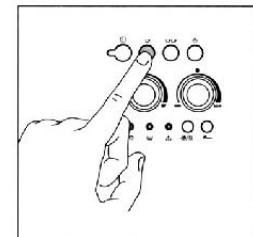

Fig. 12
(4) 可根据制作量在咖啡流出口下放置一个咖啡杯（图例9）或两个咖啡杯（图例10）。对于制作卡布奇诺（CAPPUCCINO）咖啡要下降咖啡流出口高度与咖啡杯的距离越近越好（图例11）。
(5) 按控制面板 ☺ 单杯量咖啡按键（图12）制作一杯咖啡或按控制面板 ☺☺ 双杯量咖啡按键制作两杯咖啡（图例13），这时咖啡机就开始研磨咖啡豆了，并同时运行一个简短的加热循环过程。当达到用户所需要的咖啡研磨量后机器会自动停止传输咖啡豆，并将研磨好的咖啡粉移送到特殊的压制容器中压成饼状，紧接着通过萃取部分，您所需的咖啡就会被萃取出来了，并同时会将萃取后的咖啡渣弹入“R”咖啡渣盛接盒中。
(6) 如果要继续制作咖啡，一会后当控制面板 ☺ 单杯咖啡温度OK指示灯或者 ☺☺ 双杯咖啡温度OK指示灯再次处于常亮的状态时就可以进行下一个咖啡制作循环了。
(7) 按动控制面板 ① 电源开关按键（图例4）来关闭机器。
提示4:当正在制作咖啡时,制作过程可通过按控制面板  单杯量咖啡按键(图12)制作一杯咖啡或按控制面板  双杯量咖啡按键制作两杯咖啡(图例13)按键随时停止机器工作。
提示5:一旦咖啡刚刚萃取完毕,若需要增加咖啡水量时,可根据先前所选择的杯量按住控制面板  单杯量咖啡按键(图12)或按控制面板“5”双杯量咖啡按键  (图例13)不放,直到达到用户所需的咖啡量为止。(此项操作必须要在出完咖啡后3秒钟之内进行操作)。
提示1: 当制作完卡布奇诺(CAPPUCCINO)咖啡后,应马上按一下控制面板按键☺蒸汽功能开关按键(图例21)以关闭其功能。当按下控制面板☺单杯量咖啡按键(图12)制作一杯咖啡或按控制面板☺☺双杯量咖啡按键制作两杯咖啡(图例13)按键就可再次制作咖啡了。如机器因温度过高已至于不能正常制作咖啡时(控制面板☺单杯咖啡温度OK指示灯或者☺☺双杯咖啡温度OK指示灯闪烁,表示此时的温度并不适合制作咖啡)等待机器冷却大约10分钟后便可以正常继续使用了。